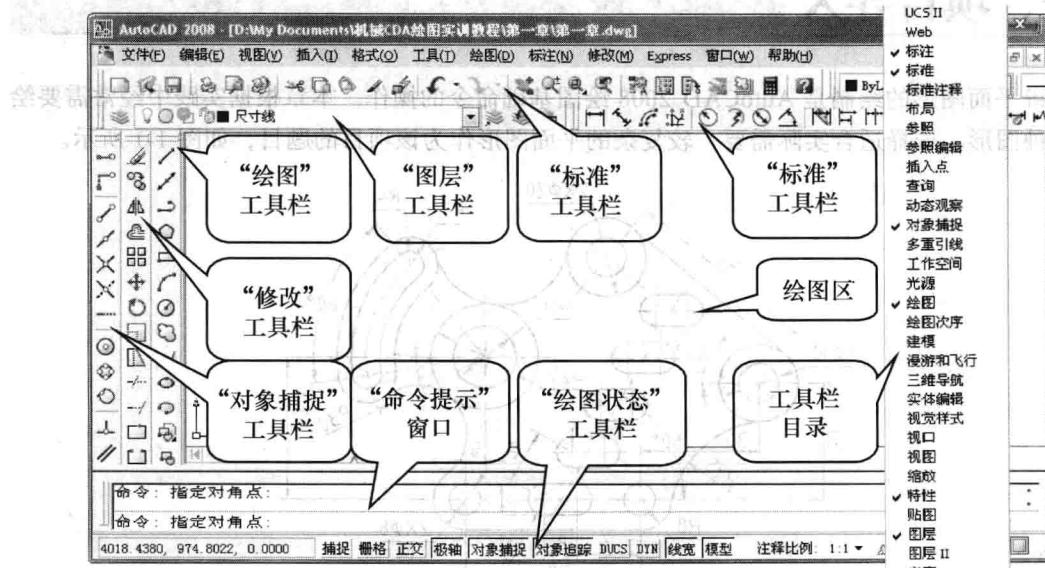

图 1-2 绘图界面及工具栏名称
(1) 绘图界面。AutoCAD 2008 的绘图界面与其他应用软件的界面基本相同, 主要由绘图区、“命令提示”窗口和多个工具栏组成, 如图 1-2 所示。
① 绘图区。绘图区是界面中间的空白处, 提供绘图的地方; 绘图区左下角有 x 、 y 绝对坐标带方向显示; 绘图区也可以“栅格”显示。
② “命令提示”窗口。“命令提示”窗口在绘图区的下方, 在没有操作时, 窗口的左端有“命令:”显示, 提示操作者选取命令。此窗口非常重要, 画图操作就是通过窗口的提示完成的。初学者需要特别注意, 每次的操作都要看清楚此窗口的提示内容。
③ 工具栏。AutoCAD 2008 (中文版) 绘图软件将同类命令放在一个栏内, 并将命令的操作内容很形象地用按钮表示出来, 如“绘图”工具栏集中了画图线、画图形的所有操作命令, 其中, “直线”、“多边形”、“圆”等命令按钮一目了然。移动鼠标指针至命令按钮上, 会显示该命令的中文提示。
(1) 绘图状态的设置。用鼠标左键单击“绘图状态”工具栏中的控制按钮，便可打开或关掉指定的绘图状态。
(2) 绘图状态的设置形式。建议初学者将“极轴”、“对象捕捉”、“对象追踪”、“线宽”、“模型”打开，其他的关掉，见图 1-2。